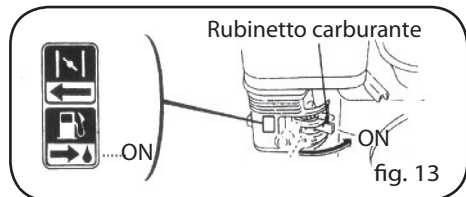

fig. 13
1. Portare il rubinetto del carburante in posizione "ON" (Fig. 13).